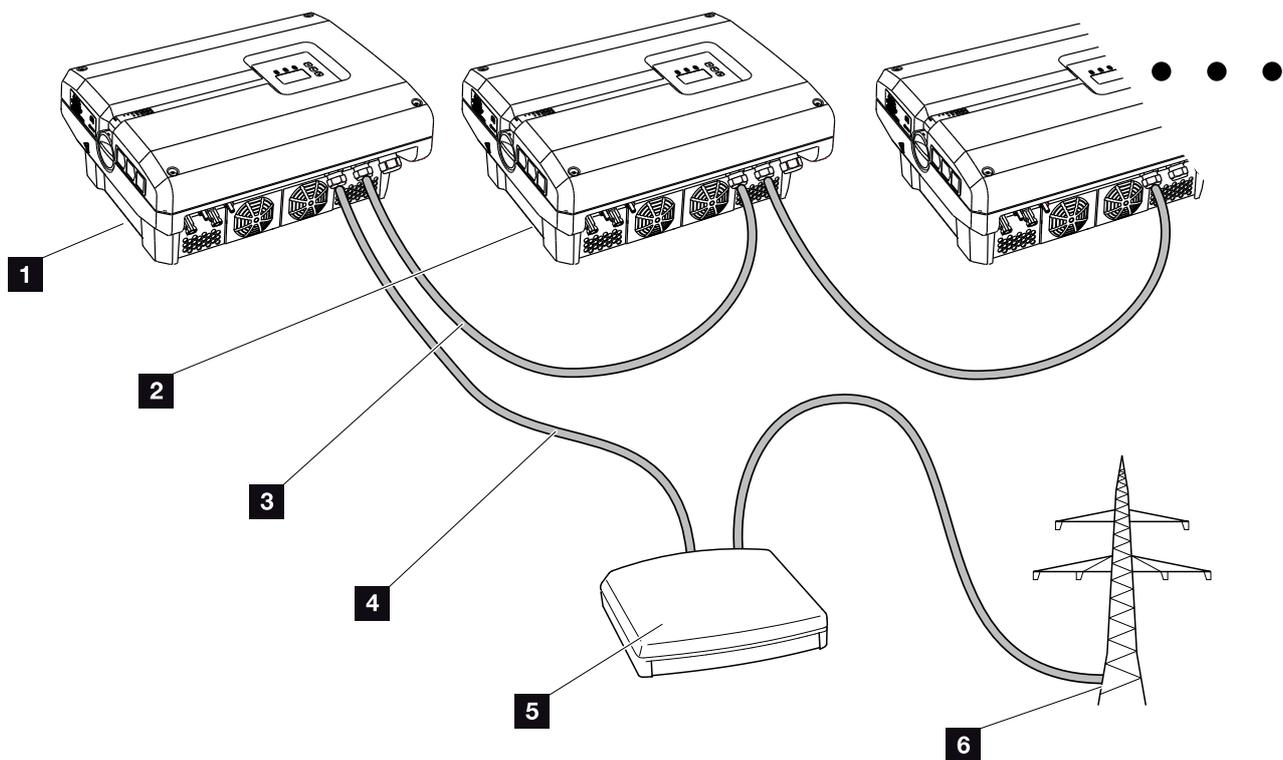
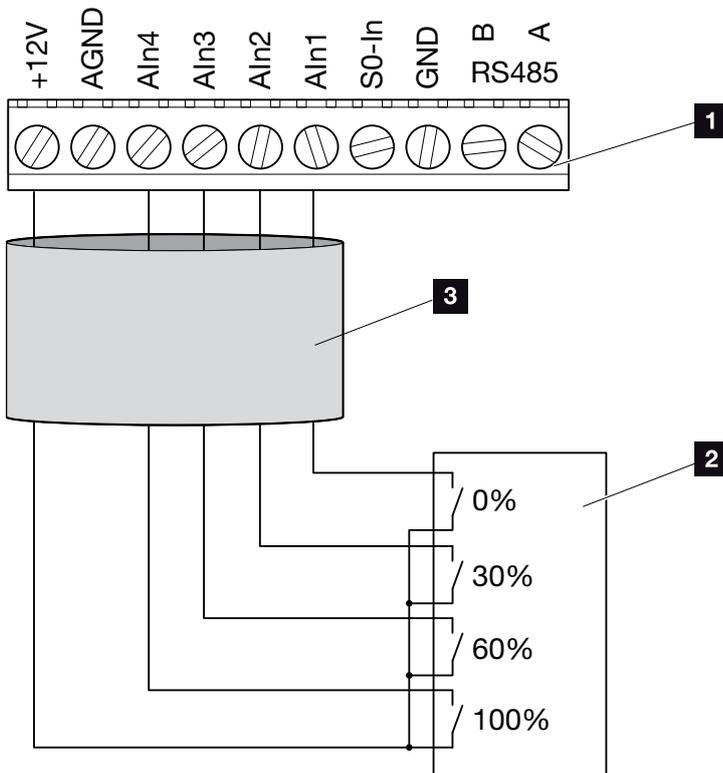

Fig. 51: Configurazione ricevitore di segnali con più inverter (collegamento Ethernet)
Fig. 52: Allacciamento ricevitore di segnali
2. Allacciamento di tutti gli inverter tramite collegamento Ethernet (RJ45) con un cavo Ethernet. ☑ **Fig. 51**
- ☑ **Fig. 51 pos. 1** sulla morsetteria dell'interfaccia analogica (10 poli). ☑ **Fig. 52** ⚠
Il ricevitore di segnali deve essere collegato solo all'inverter principale. ☑ **Fig. 51**